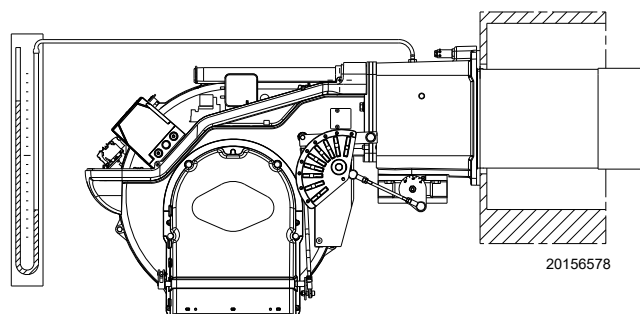

Рис. 30
- Подсоедините U-образный манометр (Рис. 30) к штуцеру для замера давления газа. Служит для получения приблизительной МАКС. мощности горелки через Табл. J.
Поступление газа на патрубок определяется по U-образному манометру (Рис. 30, на стр. 25). После розжига перейдите к комплексной регулировке горелки.
Приблизительное значение можно получить из Табл. J, на стр. 21. Для этого достаточно считать давление газа на U-образном манометре (см. Рис. 30, на стр. 25) и следовать указаниям.